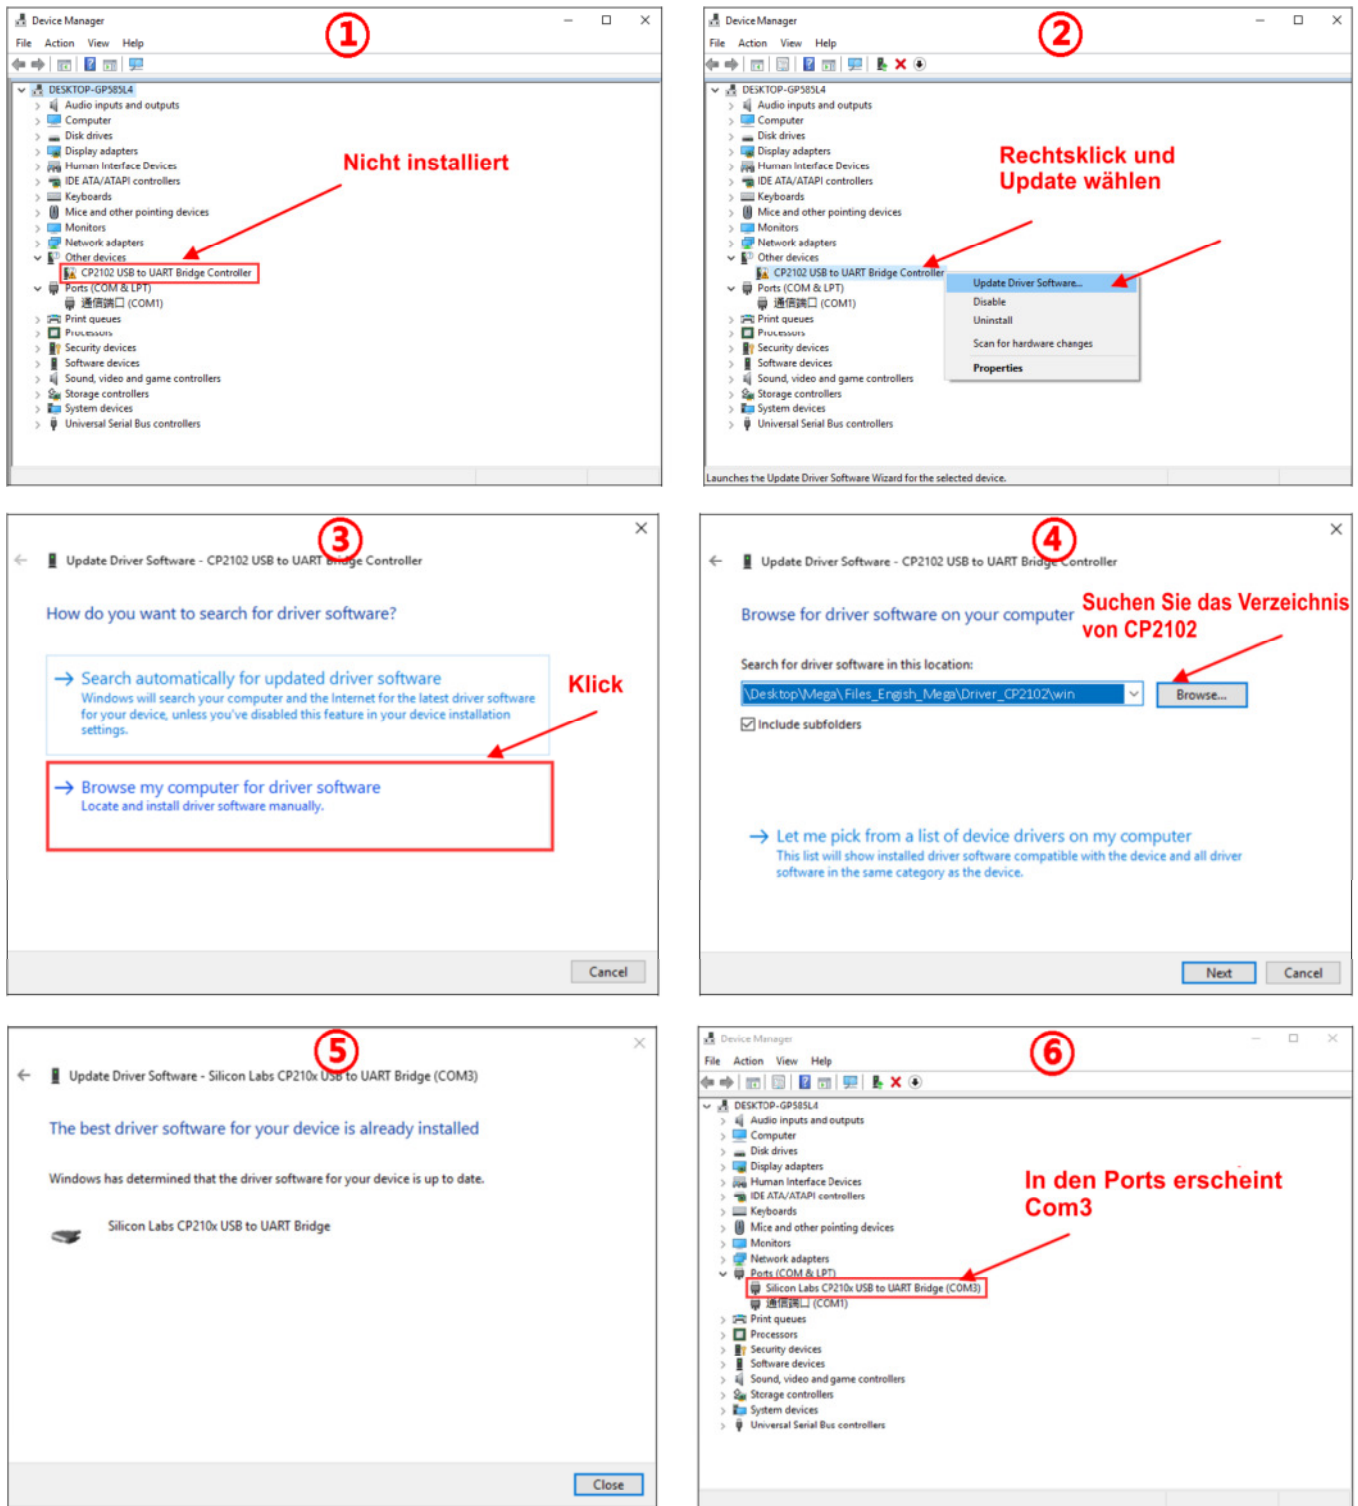

Abbildung 15
- Klicken Sie am PC auf "Start" → "Systemsteuerung" → "Alle Systemsteuerungselemente" → "Geräte-Manager" und folgen Sie den Schritten in **Abb. 15**.
(siehe **Abb. 15** ©, möglicherweise haben Sie einen anderen COMx -Port als COM3, wie im Beispiel) und stellen Sie die Baudrate auf 250000 ein.